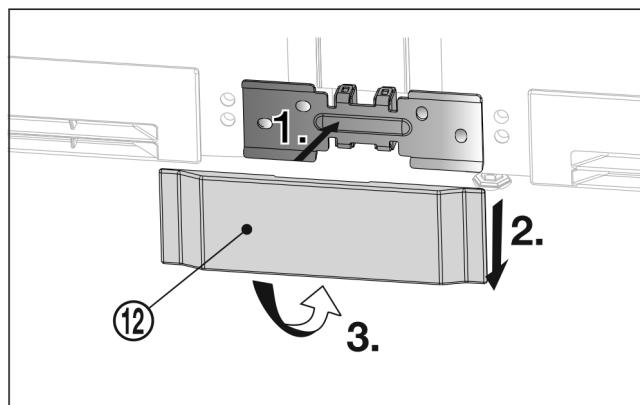

Fig. 32
- ▶ De onderste afdekking Fig. 32 (12) van voren op het hoekstuk plaatsen Fig. 32 (1), omlaag schuiven Fig. 32 (2) en van onder borgen Fig. 32 (3).